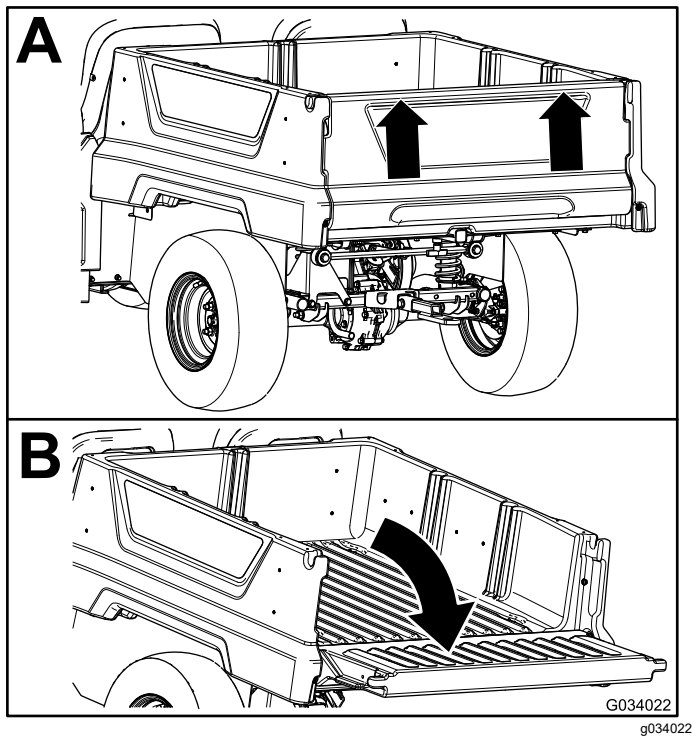

Bild 23
2. Heben Sie die Heckklappe mit beiden Händen an der Leiste oben an der Heckklappe an (Bild 23).
3. Senken Sie die Heckklappe ab, bis sie bündig mit dem Boden der Ladepritsche ist (Bild 23).